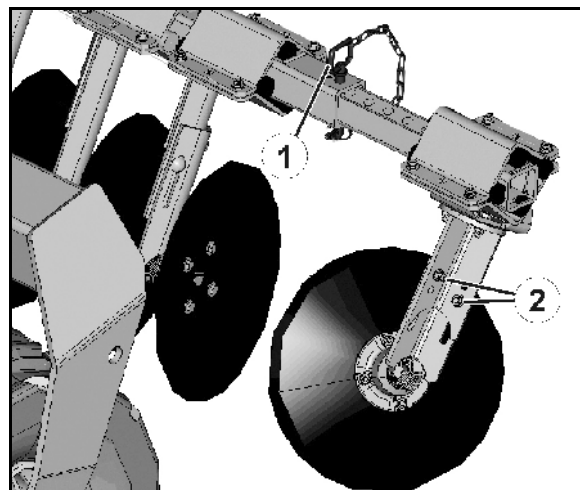
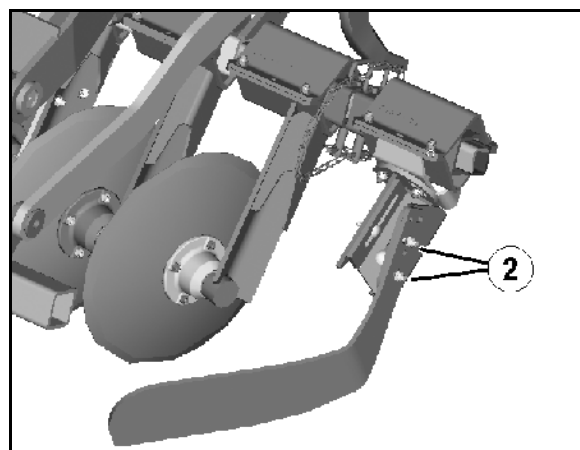

Fig. 49
Fig. 50
2. Løsne splinten, og fjern bolten (Fig. 49/1).
2. Løsne skruforbindelsene (Fig. 49, Fig. 50/2).løsen.